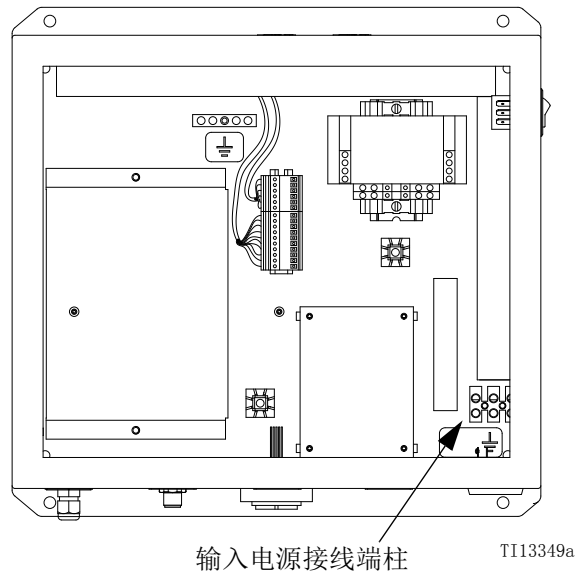

图 17. 主电源连接
2. 参见图 17 和 **系统电路图** (第 44 页)，了解 L1、N 和 EasyKey 内的接地线连接。